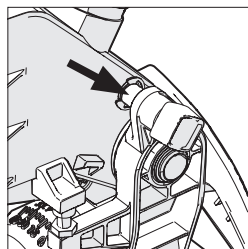

Fig. 16
- Assurez-vous que la tête de coupe soit en position verrouillée avec la goupille de verrouillage complètement engagée dans son support. **(Voir Fig.16)**
- Veillez à ce que la tête de coupe soit en position verrouillée avec la goupille de verrouillage complètement engagée dans son support. **(Fig. 16)**
- Retirer la goupille de la tête de verrouillage (**Fig. 16**) et permettez à la tête de coupe de monter dans sa position supérieure.